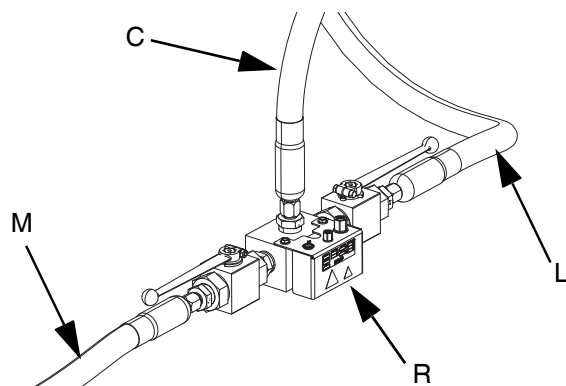

ABB. 19
- c. Tandemschlauch 1 (L) und Tandemschlauch 2 (M) vom Zufuhrsystem am Tandemblock (R) anschließen. Siehe ABB. 19.
- d. Versorgungsschlauch 1 (C) am Tandemblock (R) anschließen. Siehe ABB. 19.